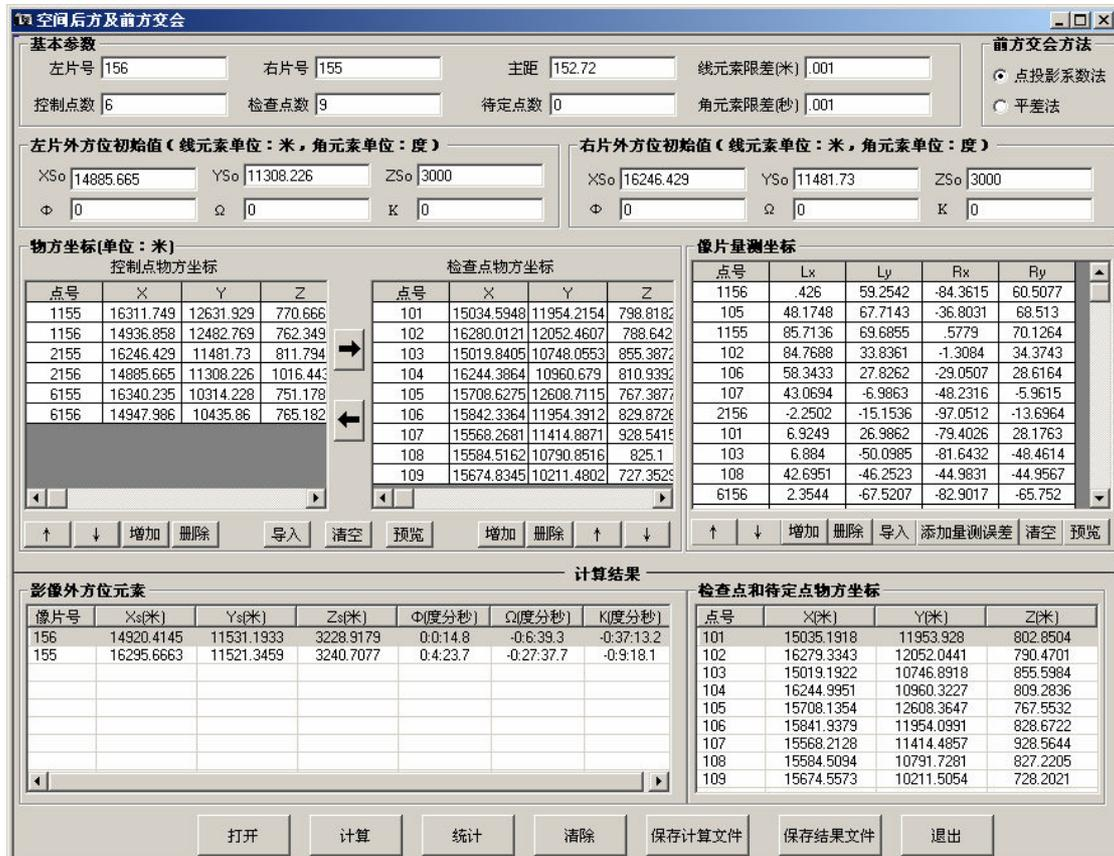

图 1-14 数据输入和计算结果
(7) 在系统主界面下点击 **保存计算文件**, 可将全部输入的数据全部保存到一个自命名的“.txt”文件里。下一次可直接点击 **打开**, 选择该文件, 读取该文件中的全部数据。
(8) 保存后点击 **计算** 即可进行后交及前交计算, 最终结果如图 1-14 所示。